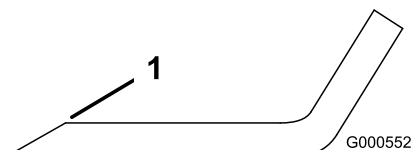

Figure 52
1. Au moyen d'une lime, aiguisiez les tranchants aux deux extrémités de la lame (Figure 52).
Remarque: Si la lame est déséquilibrée, limez un peu l'extrémité de l'ailette seulement (Figure 52).